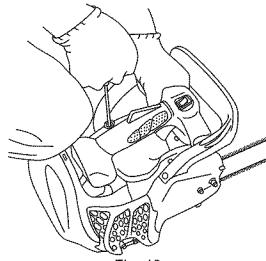

Fig. 12
5. Tire nuevamente el arrancador de desaceleración con fuerza de la misma manera antes mencionada. (Fig. 12)